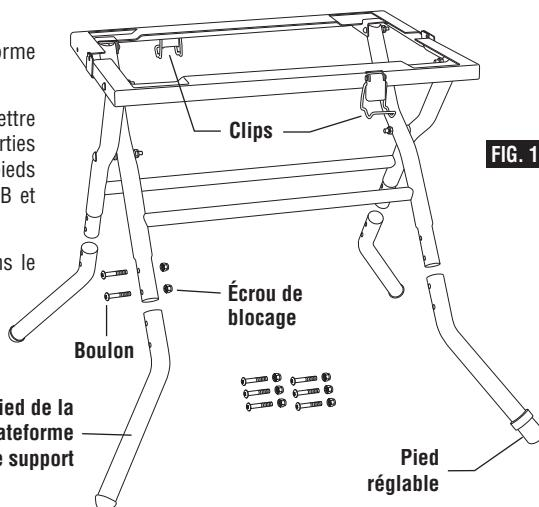

FIG. 1
- Faites glisser les pieds à l'intérieur de la plateforme de support (Fig. 1).